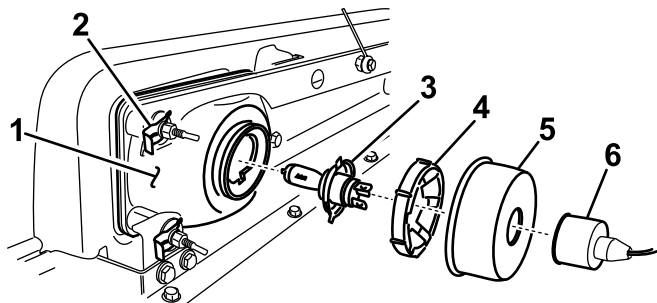

Bild 30
2. Nehmen Sie den Gummischutzüberzug ab (Bild 30).
2. Schieben Sie den Scheinwerfer nach vorne durch die Öffnung in der vorderen Stoßstange und entfernen Sie ihn (Bild 30).
3. Setzen Sie den neuen Scheinwerfer durch die Öffnung in der Stoßstange ein (Bild 30). Achten Sie darauf, dass die Ausrichtungsposten mit den Löchern in der Befestigungshalterung in der Stoßstange ausgefluchtet sind.